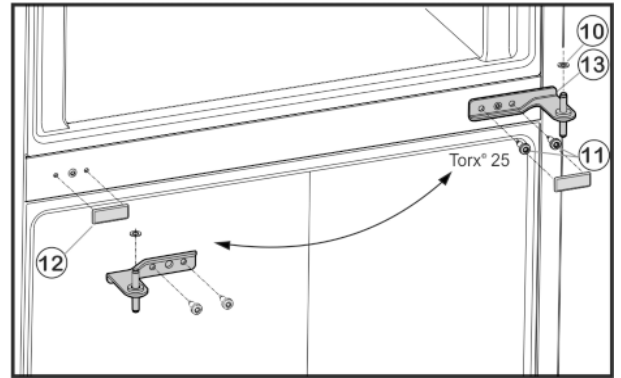

Fig. 6
- ▶ Keerake kinnituskruid Fig. 6 (11) välja (2 tk Torx® 25) ja tõmmake keskmine laagritugi alumisest uksest välja.
- ▶ Võtke plastmass-seib Fig. 6 (10) maha.
- ▶ Tõmmake kate Fig. 6 (12) ettevaatlikult maha.
- ▶ Pange kate Fig. 6 (12) vastasküljel peale tagasi.
- ▶ Pange keskmine laagritugi Fig. 6 (13) 180° võrra pööratult alumise ukse sisse ja keerake kinnituskruid Fig. 6 (11) (2 tk Torx® 25) uuel šarniiriküljel tugevasti (4 Nm) külge.
- ▶ Pange plastmass-seib Fig. 6 (10) peale tagasi.
- ▶ Asetage ülemine uks keskmisele laagritoole Fig. 6 (13).